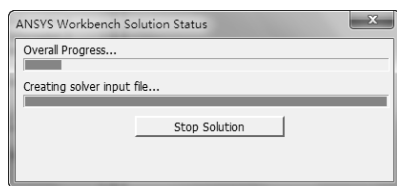

图 6-61 求解进度条
1) 单击工具栏上的【Solve】按钮  Solve ▾，启动求解，系统弹出进度条，表示正在求解。求解完成后进度条自动消失，如图 6-61 所示。